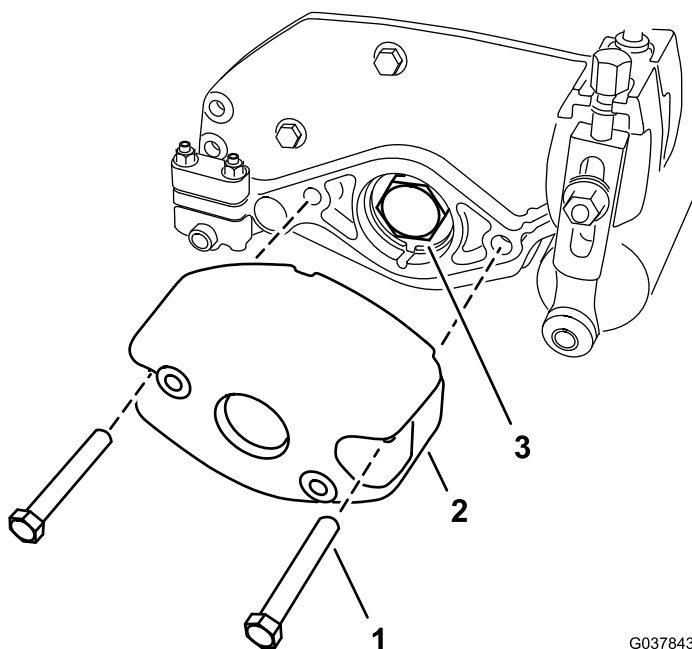

Figure 4
- Retirez les 2 boulons (5/16" x 21/4") des 2 écrous (retenus par la plaque latérale) qui fixent le contrepoids à la plaque latérale de l'unité de coupe. Déposez le contrepoids (Figure 4).
7. Retirez l'écrou de roulement de l'arbre du cylindre (Figure 4).